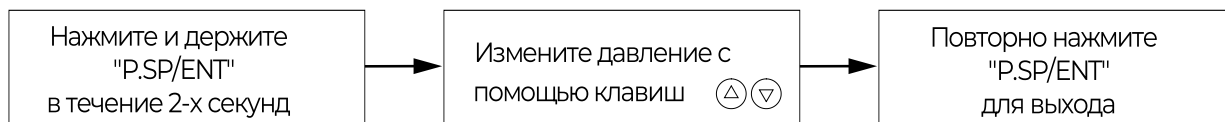

Рис. 10 Быстрая настройка заданного давления
- нажать однократно «P.SP/ENT» или «MENU» для выхода (см. рис. 10).